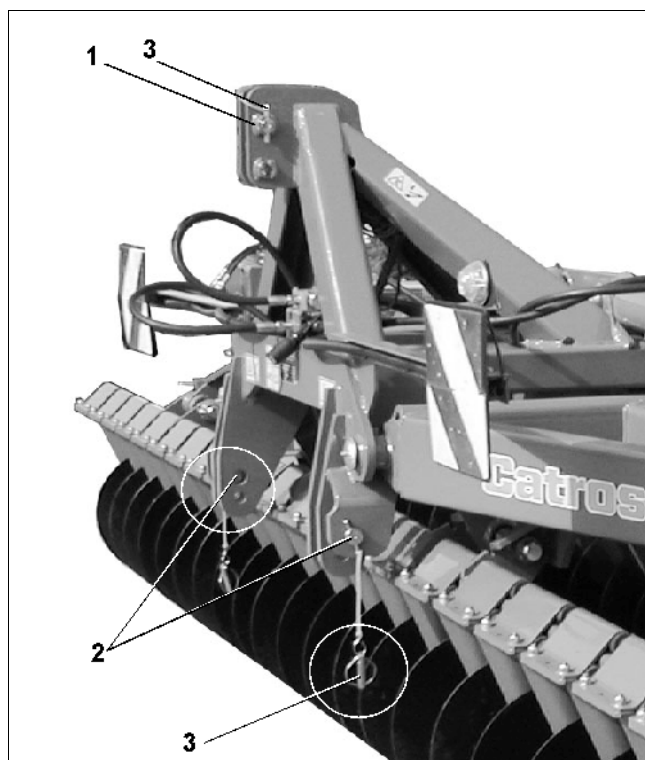

Fig. 10
- Anslut traktorns dragarmar till de undre anslutningarna på maskinen (Fig. 10/2) säkra med fjädersprintarna (Fig. 10/3).
- Anslut traktorns toppstång till maskinens toppstångsinfästning med toppstångssprinten (Fig. 10/1) säkra med fjädersprint (Fig. 10/3).